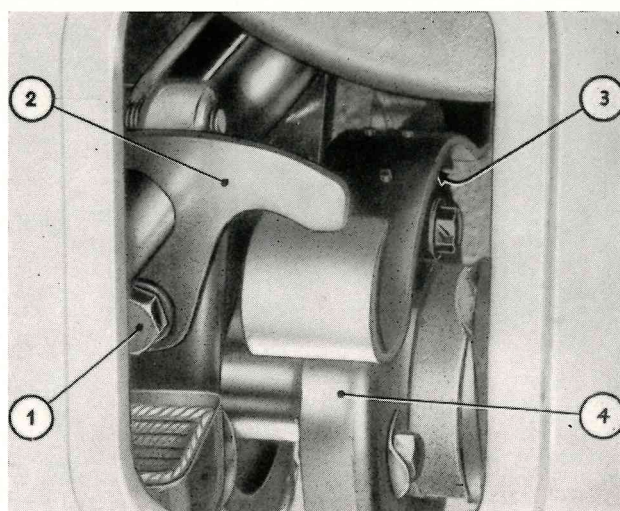

Fig. 110 - Registrazione del freno per frizione.
Svitare la vite di registro (1 fig. 110) e ruotare la leva (2) fino a ripristinare tra il segmento di ferodo (3) ed il tamburo (4) la distanza prescritta a frizione innestata; ultimata la registrazione bloccare la vite di registro. Il controllo della registrazione si effettua, tirando a fondo la leva a mano di comando frizione e osservando che in questa posizione la leva per freno frizione eserciti un carico sulla ganascia.